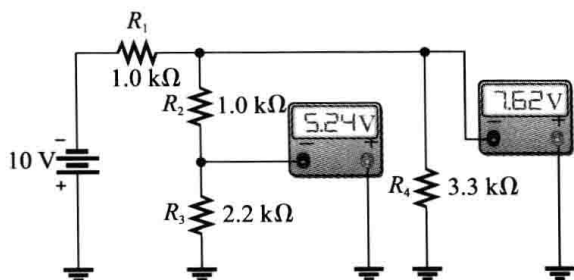

图 6-88
37. 检查图 6-88 中电表读数并定位可能存在的故障。
39. 在图 6-88 中, 对应下列每种故障, 确定每个电阻两端预期测量得到的电压。